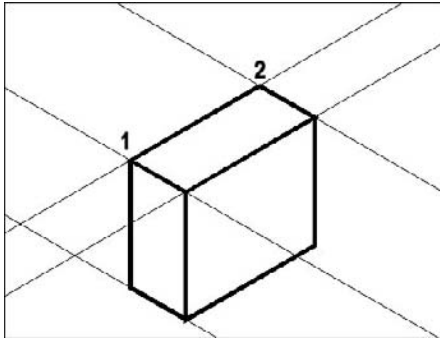

Fig.4.18
- [5] Appuyer sur Entrée pour terminer l'opération (fig.4.18).